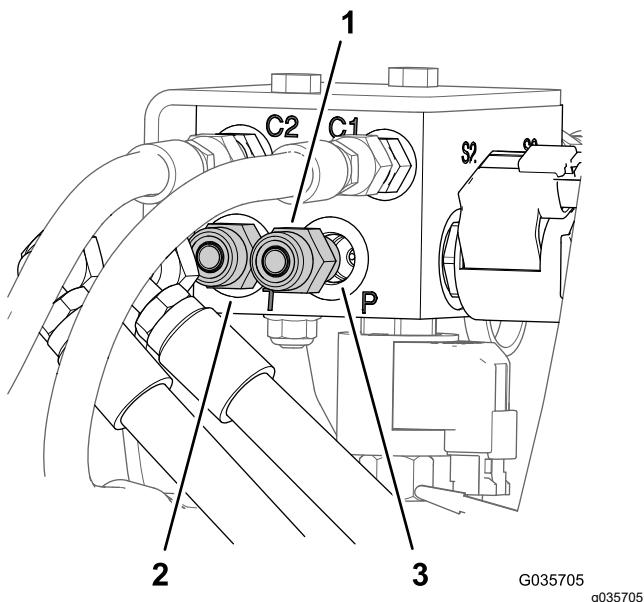

Figura 9
- En la parte posterior del fumigador, etiquete las mangueras en el puerto P y el puerto T del distribuidor del cilindro de elevación (Figura 9).
2. Retire las mangueras de los acoplamientos hidráulicos rectos en el puerto P y el puerto T del distribuidor del cilindro de elevación (Figura 9).
3. Retire los acoplamientos hidráulicos rectos del puerto P y el puerto T del distribuidor del cilindro de elevación antiguo (Figura 9).